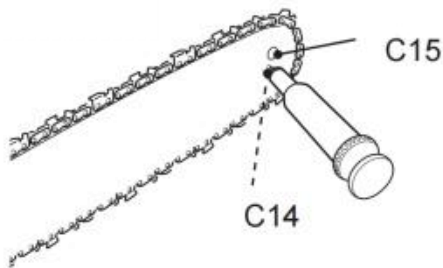

Fig. 69
2. Mit einer Einweg-Schmierpistole die Nadelspitze in die Schmieröffnung (C14) einführen und Fett einspritzen, bis es am äußeren Rand des Kettenrades sichtbar wird (Abb. 69).